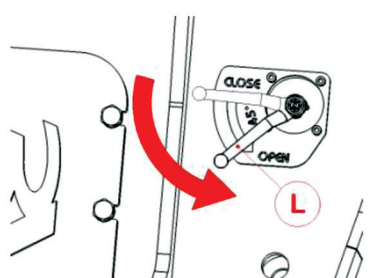

Рис. 5.2.10
-с) Откройте кран, повернув рычаг (L) против часовой стрелки (Рис. 5.2.10).